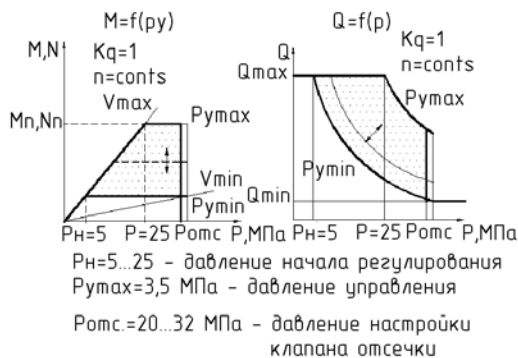

Рисунок 20 – График зависимости крутящего момента  $M$  и подачи  $Q$  от изменения давления  $p$ .
- При отсутствии давления управления  $P_y=0$  (рисунок 20) и наличии давления в регуляторе  $P_r > 3$  МПа, насос находится на минимальном рабочем объеме  $V_{min}$ , обеспечивая минимальную подачу  $Q_{min}$  и потребляемую мощность  $N_{пmin}$ .